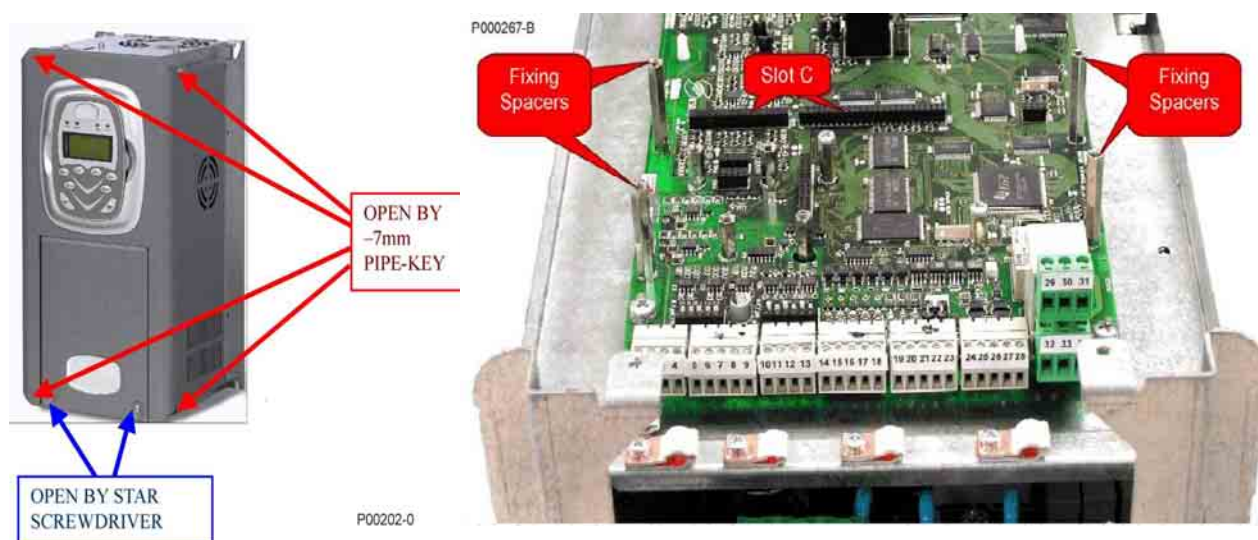

Figura 169: Remoção da tampa do inversor posição do slot C
- 2) Para facilitar a instalação da placa, é necessário remover toda a tampa do inversor afrouxando os quatro parafusos de cabeça hexagonal presentes na parte baixa e alta do inversor. Assim, são facilmente acessíveis as quatro colunetas metálicas de fixação da placa ES870 e o conector dos sinais (Figura 169- Slot C).